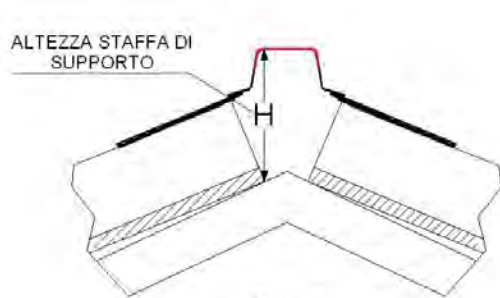
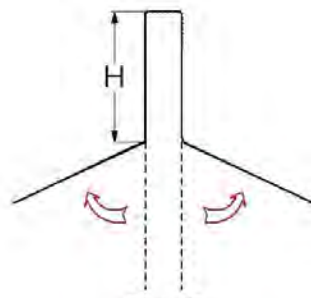

Fig. 1
Fig. 2
- 1- Appoggiare un COLMOWINGS sul manto di copertura, in modo da rilevare l'altezza dei supporti piegabili (**fig.1**). Piegare i supporti in base all'altezza rilevata (**fig.2**).